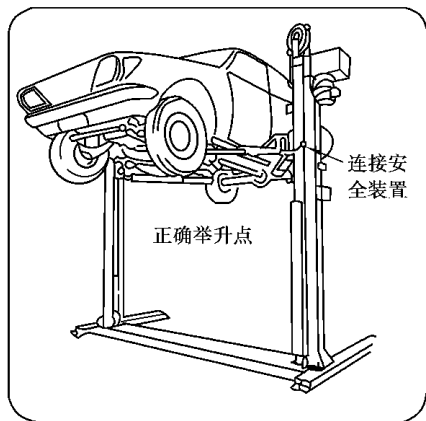

图 3.2.3 用举升机举升车辆
(3) 升起举升机举升臂直到举升平台接触到车辆支撑点,如图 3.2.3 所示。
(4) 检查举升平台与支撑点的相互定位是否正确,如果不正确,应降下举升臂重新定位。
(5) 将举升机上升到期望的位置;连接安全保险装置。